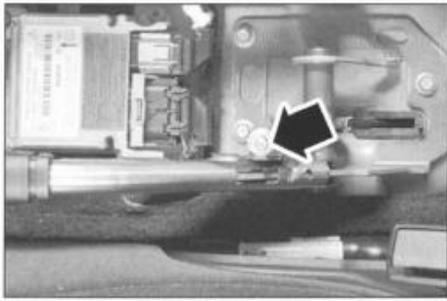

FIG. 22
- Aflojar la tuerca de reglaje de cable de freno de estacionamiento hasta el extremo de la rosca (fig. 22).